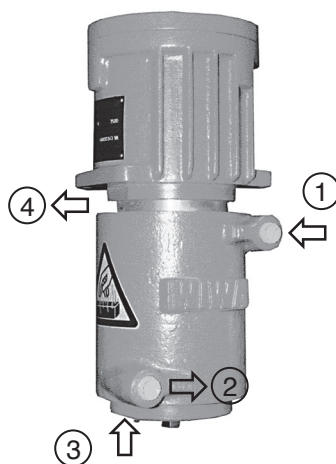

Abb. 4.2
- Materialerwärmung (Abb. 4.2, Pos. 1 + 2): Entfernen Sie die beiden gelben Schutzkappen von den Ein- und Auslassstutzen des Wärmetauschers.
- Lufterwärmung (Abb. 4.2)